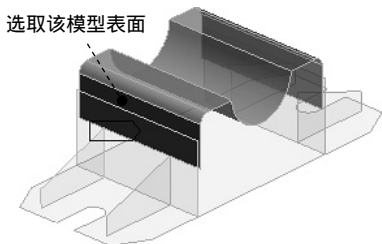
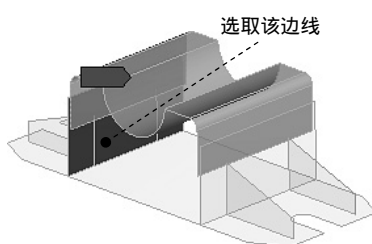

图 7.7.10 定义接触对象
图 7.7.11 定义目标对象
(2) 定义接触对象和目标对象。在图形区选取图 7.7.10 所示的模型表面为接触对象，然后选取图 7.7.11 所示的模型表面为目标对象。